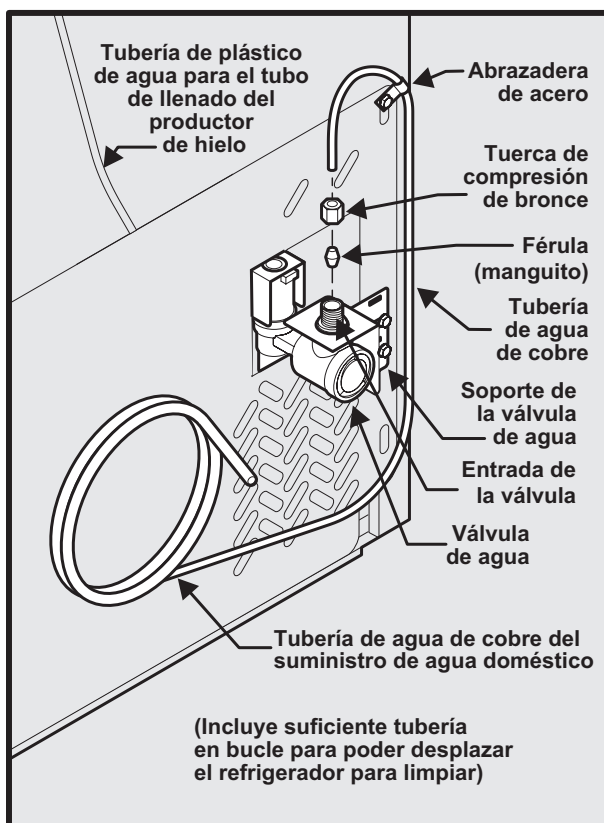

Figura 1
4. **Si usa tuberías de cobre:** deslice la tuerca de compresión de bronce y luego la férula (manguito) en la tubería de suministro de agua. Empuje la tubería de suministro de agua hacia el interior de la entrada de la válvula de agua lo más posible (1/4 de pulgada/6,4 mm). Deslice la férula (manguito) en la entrada de la válvula y apriete manualmente la tuerca de compresión sobre la válvula. Ajuste otra media vuelta con una llave; NO apriete en exceso. Consulte la Figura 1.